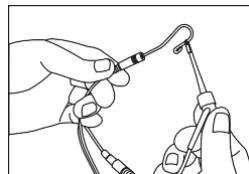
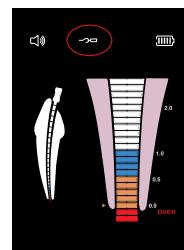

Bild 5
Bild 6
- d) Stellen Sie sicher, dass der Lippenhaken den gebogenen Draht der Feilenklemme berührt [wie in Abbildung 5 gezeigt] und dass das Verbindungssymbol auf dem LCD-Bildschirm ununterbrochen angezeigt wird [wie in Abbildung 6 gezeigt], wenn dies nicht der Fall ist, bedeutet dies, dass die Feilenklemme oder der Messdraht beschädigt sind und ausgetauscht werden sollten.